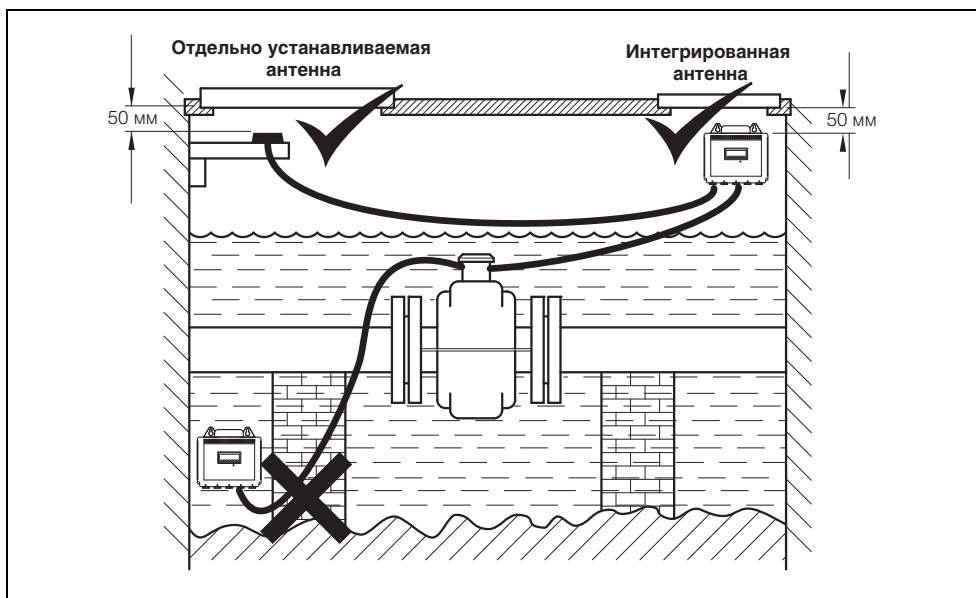

Рис. 2.20 Монтаж антенны GSM
- антенна смонтирована на 50 мм ниже крышки камеры, которая должна быть из пластика – см. Рис. 2.20
- Убедитесь, что антенна не будет находиться под поверхностью воды – см. Рис. 2.20.